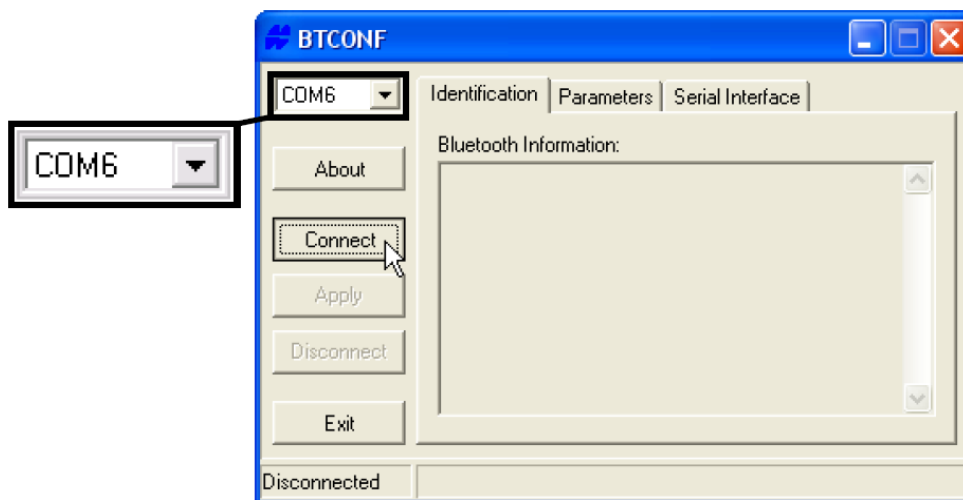

Рисунок 2-20 Выберите порт для связи и щелкните на кнопке *Connect (Соединить)*
3. С помощью выпадающего списка в верхнем левом углу выберите последовательный порт компьютера, используемый для связи (см. рис. 2-20).